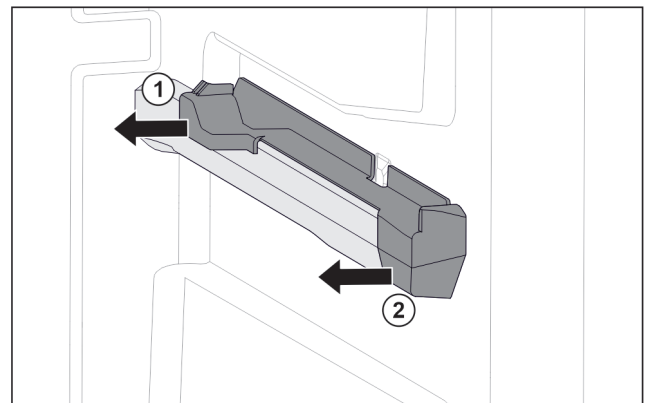

Fig. 58 Insteekelstelsel op rechter containerrib
- ▶ Insteekelstelsel onder achter grijpen. Fig. 58 (1)
- ▶ Insteekelstelsel achter naar de zijkant toe eraf trekken. Fig. 58 (1)
- ▶ Insteekelstelsel voor naar de zijkant toe eraf trekken. Fig. 58 (2)